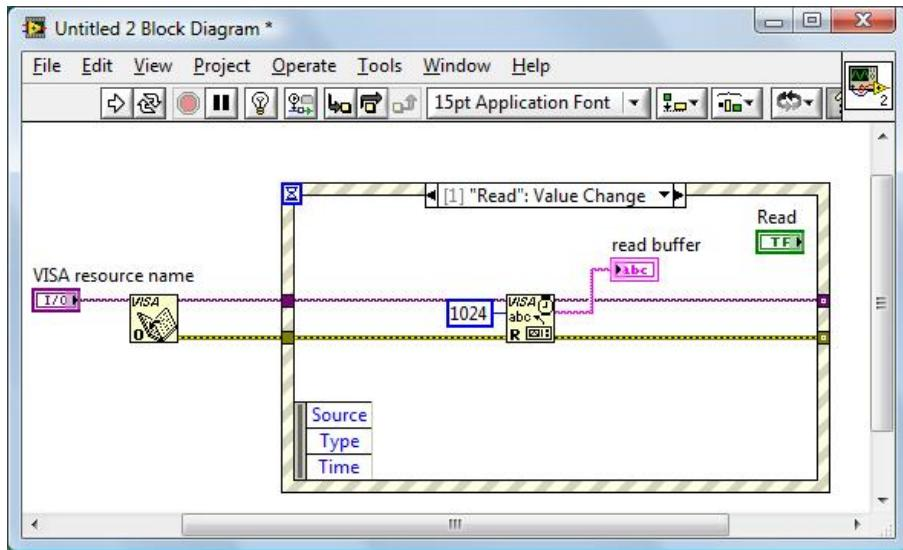

图 4-3-4
13. 连线 error 接线端, 连线 VISA resource name 接线端。如图 4-3-4 所示。